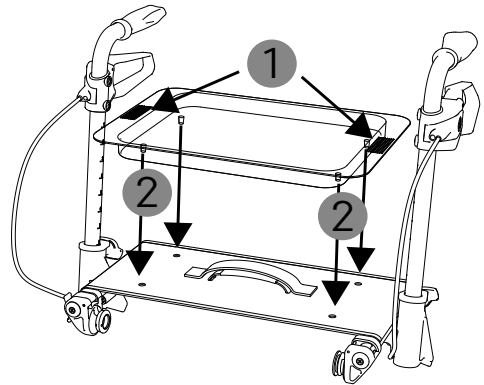

Abb. 14
2. Um das Tablett auf dem Rollator zu platzieren, greifen Sie es an den kurzen Seiten (1, Abb. 14, nächste Seite).
3. Platzieren Sie das Tablett auf der Sitzbespannung, so dass die vier Stifte an der Unterseite des Tablett in den dafür vorgesehenen Löchern der Sitzbespannung sitzen (2, Abb. 14).